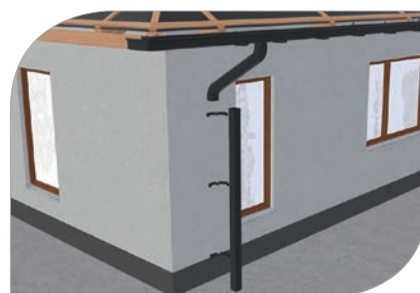

рис. 18
- 4.2 Установите в хомутах водосточные трубы, соединяя их с помощью муфты (**рис. 18**).